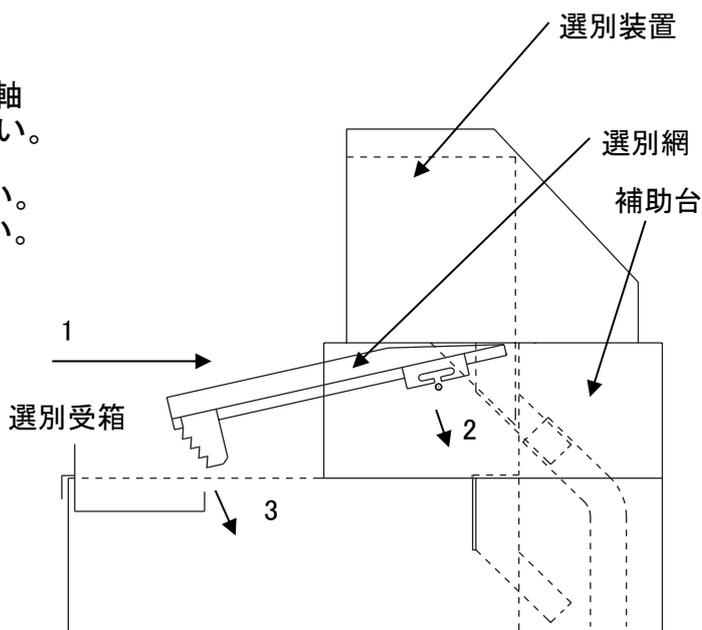

図4.断面図
(P26図2、図4参照)
- 選別網を取り付軸に掛けて、選別受箱で適当な傾斜角度に保持して下さい。角度は、4段階調節できます。(P26図2、図4参照)